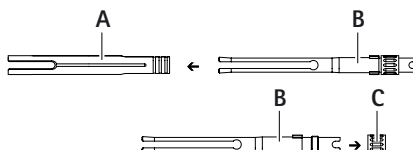

Fig. 8
- Dévisser la douille de blocage **C** vers l'arrière et la retirer de la pince de serrage **B**, voir Fig. 8.